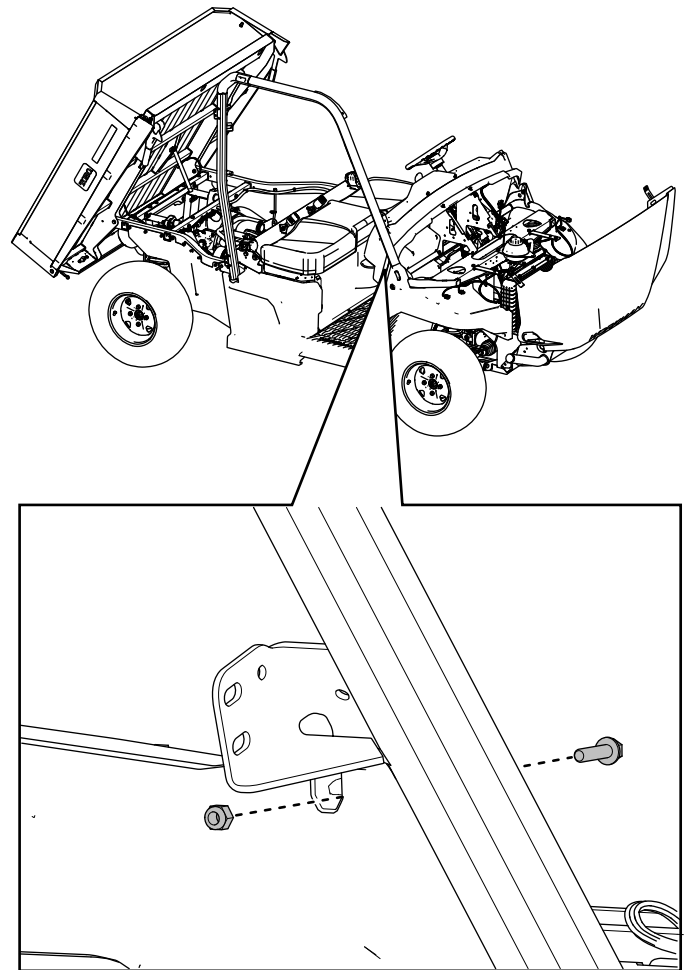

Bild 15
9. Befestigen Sie die rechte, vordere Überrollbügelbaugruppe mit einer Sechskant-Scheibenkopfschraube ($\frac{1}{4}$ " x 1") und einer Sicherungsmutter ($\frac{1}{4}$ ") lose am Armaturenbrett, wie in **Bild 15** dargestellt.